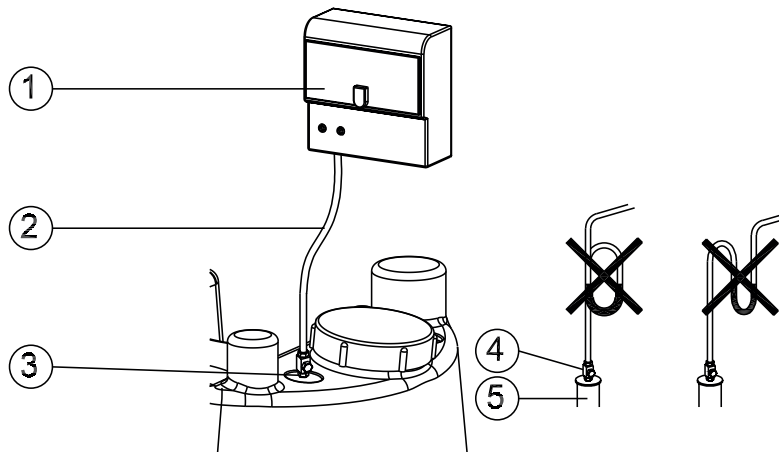

Ilustración 13 Instalación de la canalización de control (tubo flexible de plástico)
**ATENCIÓN** *La propia unidad de control (1) debe instalarse por encima del nivel de una posible inundación, de tal modo que la canalización de control (2) experimente un ascenso continuo hacia la misma.*
La tubería de control (2) experimenta un ascenso continuo, tal como se muestra en la Ilustración 13.